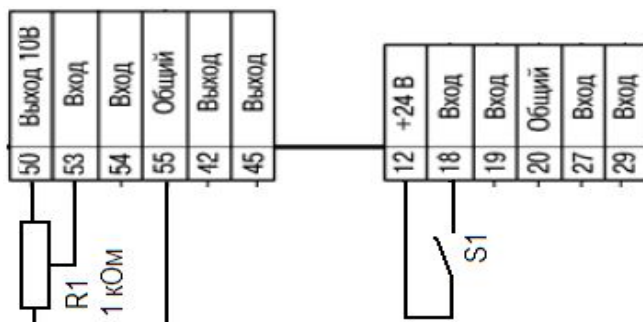

Рис. 1.1 Схема подключений внешних органов управления ПЧВЗ.
Шаг 2. Выполните внешние подключения к ПЧВЗ согласно требованиям РЭ и по рис. 1.1.
- 6.2 Нажмите на ЛПОЗ «ПУСК/ДИСТ», подайте команду «СТАРТ» путем замыкания S1 и вращением ручки потенциометра R1 (рис.1.1) регулируйте скорость вращения вала электродвигателя.